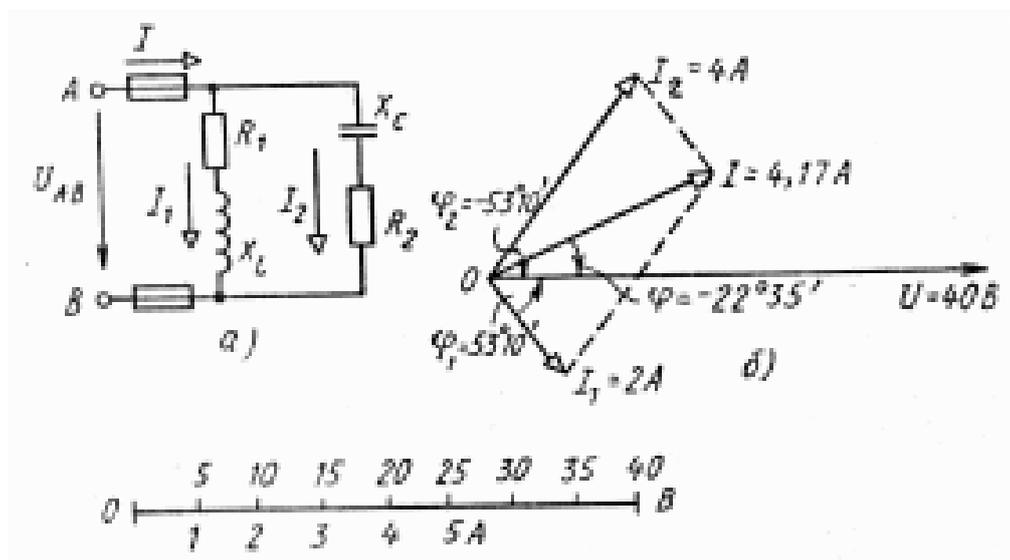

Рисунок 3.
**Пример 3.** Цепь переменного тока состоит из двух ветвей, соединенных параллельно. Первая ветвь содержит катушку с активным  $R_1 = 12 Ом$  и индуктивным  $x_L = 16 Ом$  сопротивлениями; во вторую ветвь включен с емкостным сопротивлением  $x_C = 8 Ом$  и последовательно с ним активное сопротивление  $R_2 = 6 Ом$ . Активная мощность, потребляемая первой ветвью,  $P_1 = 48 Вт$  (рис. 3, а). Определить: 1) токи в ветвях и в неразветвленной части цепи; 2) активные и реактивные мощности цепи; 3) напряжение, приложенное к цепи; 4) угол сдвига фаз между током в неразветвленной части цепи и напряжением. Начертить в масштабе векторную диаграмму цепи.
Задаемся масштабом по току: в  $1 \text{ см} - 1 \text{ А}$  и напряжению: в  $1 \text{ см} - 5 \text{ В}$ . Построение начинаем с вектора напряжения (рис. 3, б). Под углом  $\varphi_1$  к нему в сторону отставания откладываем в масштабе вектор тока  $I_1$ ; под углом  $\varphi_2$  в сторону опережения – вектор тока  $I_2$ . Геометрическая сумма этих токов равна току в неразветвленной части цепи.